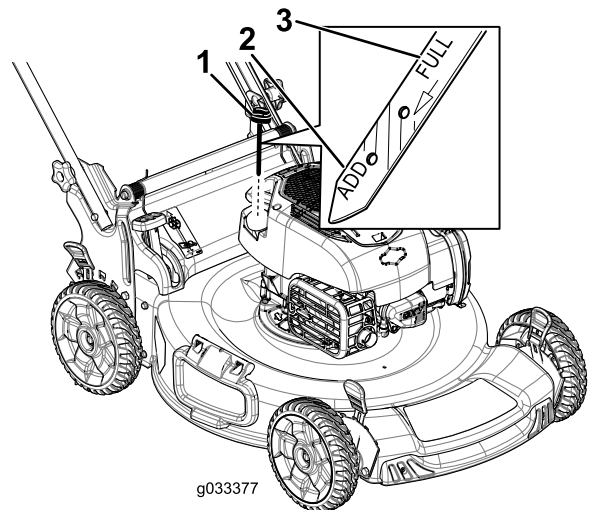

Figure 20
3. Tournez le bouchon dans le sens antihoraire et sortez la jauge (Figure 20).
10. Relevez le niveau d'huile indiqué sur la jauge (Figure 20).